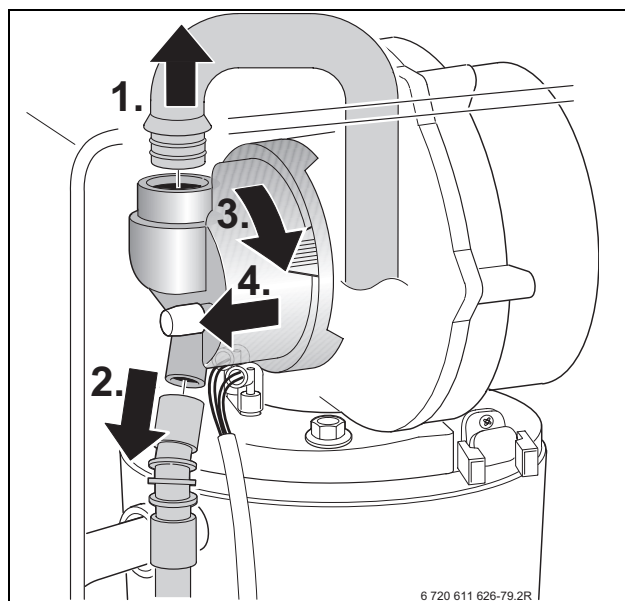

Fig. 47
- ▶ Démontez le tube d'admission d'air et retirez le tuyau à gaz du dispositif de mélange, →figure 47.
- ▶ Démontez le mélangeur (1) comme indiqué sur la figure 47.
- ▶ Vérifiez que la membrane (2) ne présente ni encrassement ni fissures.